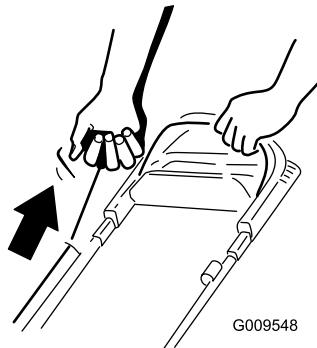

Рисунок 15
- Без усилия потяните за рукоятку механического стартера (Рисунок 15) до появления сопротивления, затем резко потяните за нее и дайте ей медленно вернуться в направляющую шнура на рукоятке.